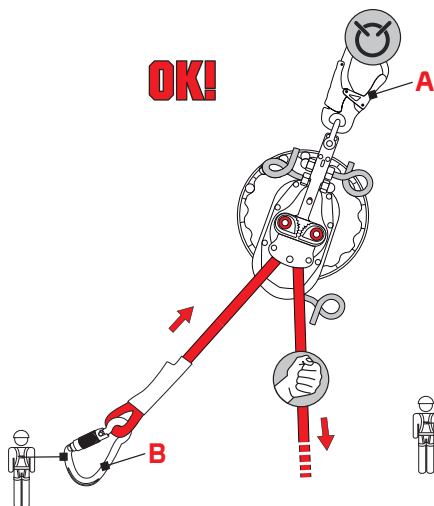
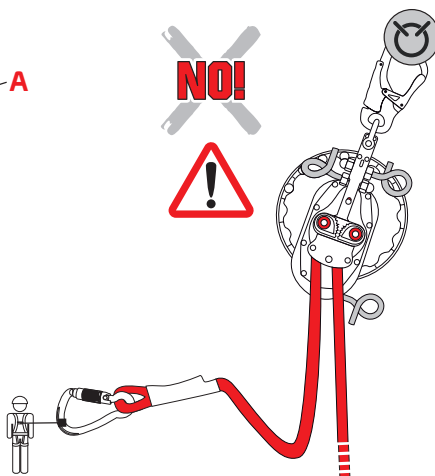

Fig.4A
Fig.4B
- enganche el extremo corto de la cuerda mediante el conector (B), al arnés de la persona a bajar y ténsela (fig. 4a) asegurándose de que no haya ninguna holgura (fig. 4b)